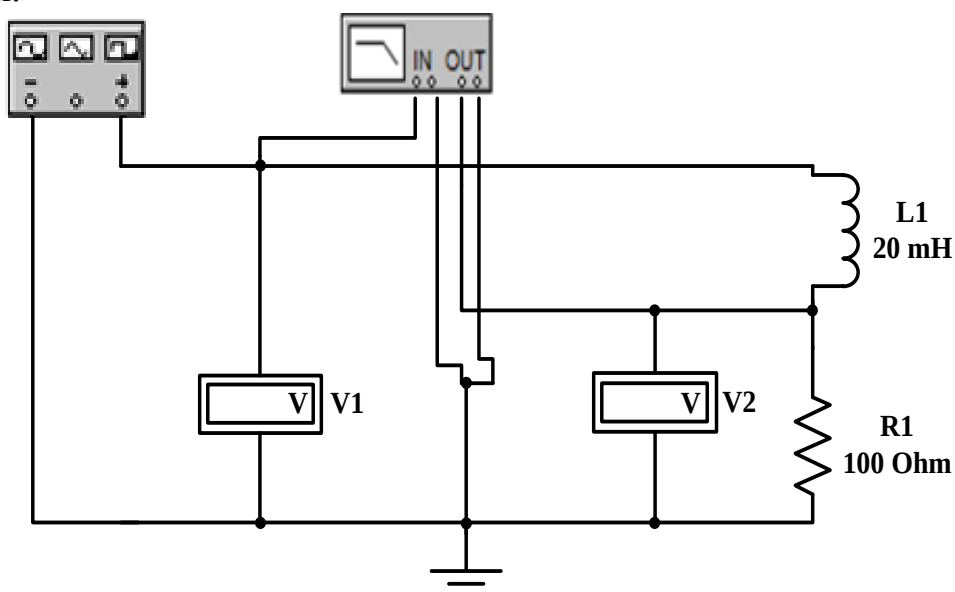

Рисунок 6.6
9.4. Для измерения входных параметров RL-цепи (рисунок 6.6) достаточно вместо емкости включить индуктивность. Удалить емкость можно, нажав на нее правой кнопкой мыши и выбрав пункт Delete. Измерения проводятся аналогичным образом, как и в предыдущей схеме. Результаты измерений запишите в таблицу 7.2. Номиналы: $R = 100 \text{ Ом}$; $L = 20 \text{ мГн}$.